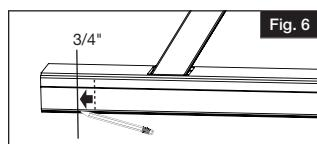

Fig. 6
- Únicamente en el travesaño inferior, agregar $\frac{3}{4}$ " (1,09 cm) (hacia el extremo del travesaño o poste) a las marcas hechas en el tramo en el paso 3 (Fig. 6) y cortar el tramo en estas marcas.